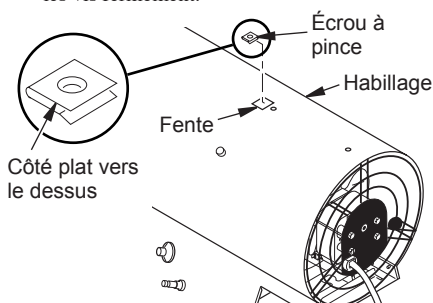

Figure 4 - Pose de l'écrou à pince
2. Insérez la pince-écrou (fournie avec la poignée) en plaçant le côté plat vers le dessus dans la fente sur le dessus de l'habillage. Alignez les trous de la pince-écrou avec le trou de la vis derrière l'ouverture sur le dessus de l'habillage.(voir figure 4).